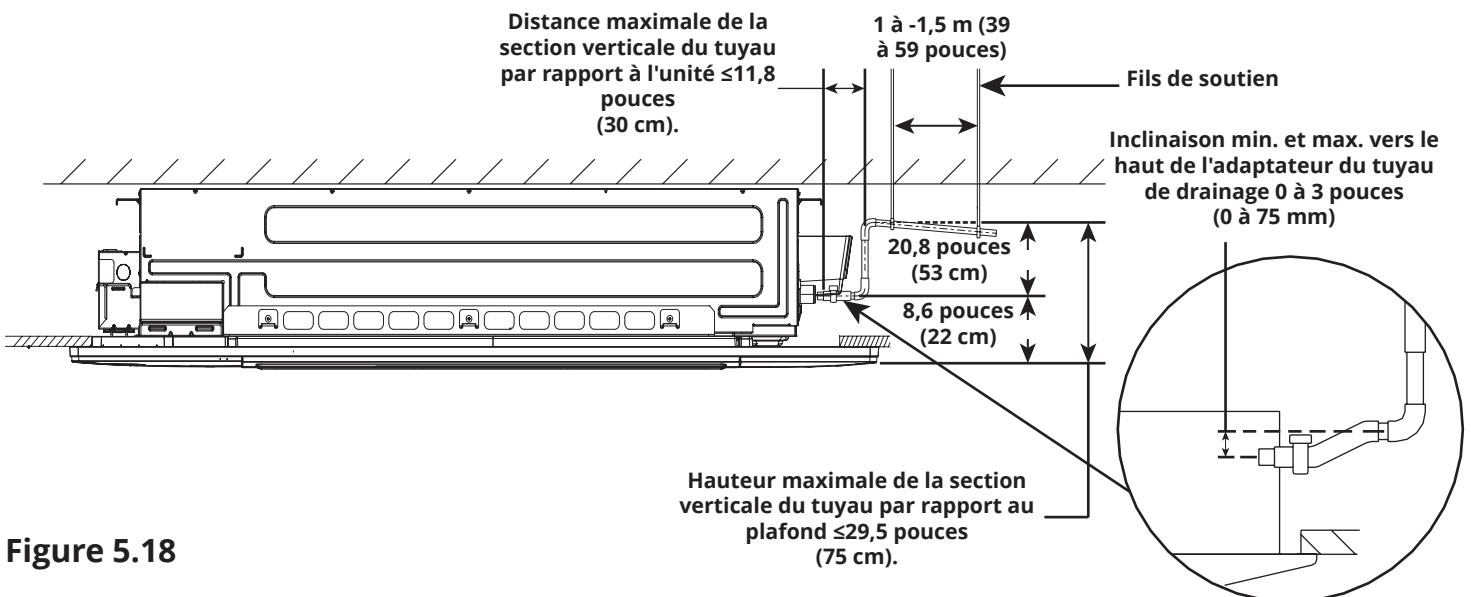

Figure 5.18
- Si la sortie du tuyau de drainage est plus haute que la sortie d'évacuation du corps de la cassette, créez une section verticale dans le tuyau d'évacuation. Cette section de tuyau vertical ne doit pas être à plus de 75 cm (29,5 pouces) de la cloison sèche du plafond et doit avoir une distance inférieure à 30 cm (11,8 pouces) de l'unité (voir la figure 5.18). Une installation incorrecte pourrait provoquer le retour de l'eau dans l'unité et une inondation, ce qui pourrait entraîner des dommages matériels.
- Pour éviter la formation de bulles d'air, maintenez l'adaptateur du tuyau de drainage de niveau ou légèrement incliné vers le haut à une hauteur inférieure à 75 cm (30 pouces). Voir la figure 5.18.